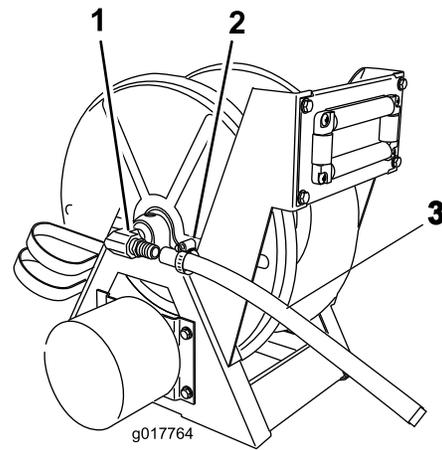

Figura 11
- Instale a extremidade do tubo sobre o dente do lado direito do depósito ao lado do conjunto da bobina de tubagem (Figura 11).